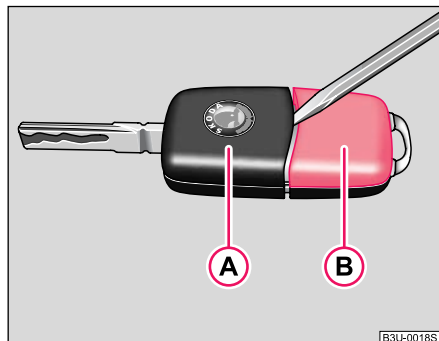

Fig. 19 Séparer les deux éléments de la clé
Chaque clé à radiocommande possède une pile placée dans le couvercle (B) du boîtier de l'émetteur ⇒ fig. 19. Nous vous recommandons de ne faire remplacer les piles de clés que par un concessionnaire Škoda. Procédez comme suit si vous désirez néanmoins remplacer vous-même une pile usée :
- Prenez un tournevis fin et débloquez prudemment la partie (A) ⇒ fig. 19 de la clé du boîtier de l'émetteur (B).